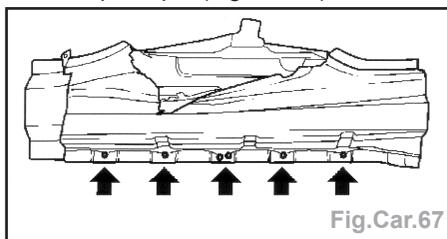

Fig.Car.67
- Fraiser le montant B extérieur inférieur (habillage d'entrée) par l'arrière avec une fraise sphérique (Fig.Car.67).